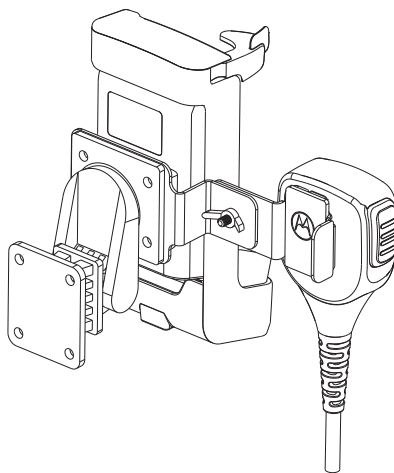

Figura 3. Sujeción del RSM en el soporte RSM
8. El soporte RSM permite al usuario sujetar el RSM como se muestra en la Figura 3